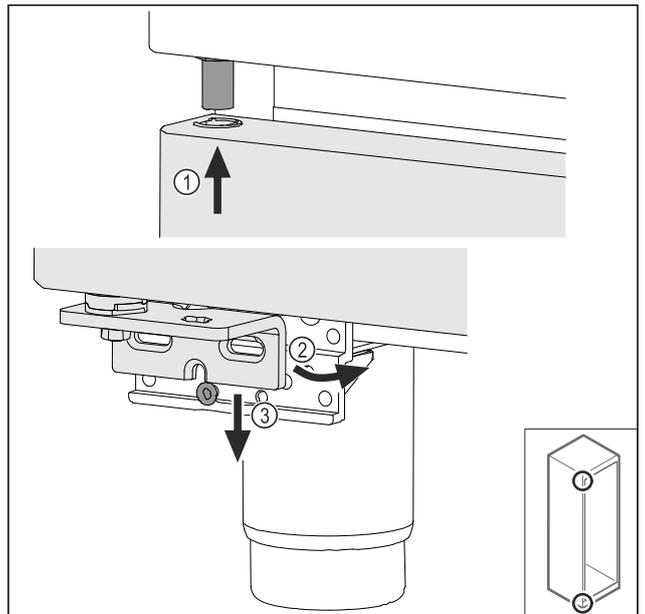

Fig. 45
- ▶ Enfiler la porte légèrement inclinée en haut Fig. 45 (1), redresser la porte Fig. 45 (2) et la poser en bas sur la vis du support de palier Fig. 45 (3).